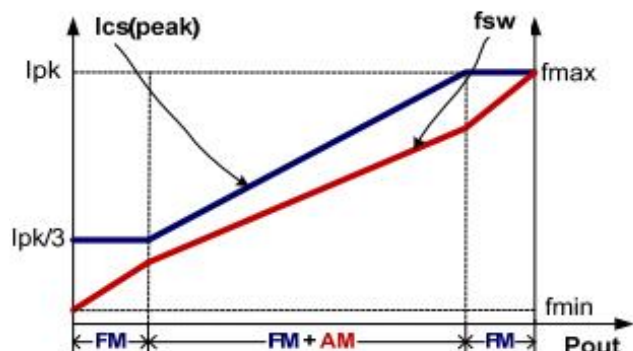

Fig.4
为了满足平均系统效率和空载功耗的严格要求, U6772SH 芯片采用了调频 (FM) 和幅度调制 (AM) 混合, 如图 4 所示。在满载的情况下, 系统以 FM 模式运行。在正常轻负载条件下, IC 工作在 FM + AM 模式, 以实现出色的调节和高效。当系统接近零负载时, IC 再次在 FM 中工作, 以降低待机功耗。